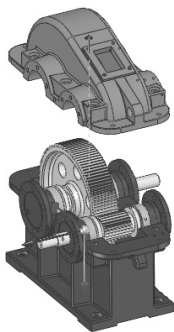

图 6-62 移动机盖
STEP 4 打开本书提供的减速器的素材文件“总装配体.sldasm”，单击“爆炸视图”按钮, 选择机盖，竖直向上拖动一定的距离，如图 6-62 所示。